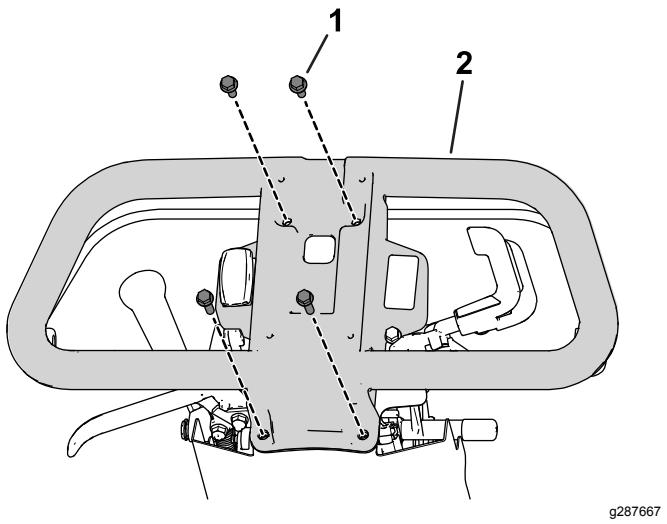

図5
5. ハンドルをハンドルマウントに固定しているボルトとナットを外して図5ハンドルを外す。
1. ステップ5 ハンドルを外す (ページ 2)で外したボルトとナットを使用してハンドルをハンドルマウントに固定する図5を参照。